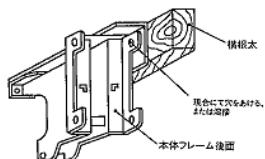

図10
6. 以下に示すイまたはロの方法で本体フレームの側面の上側または下側を固定して下さい(図10参照)。故障等による取替えが発生したときのことを考慮し、イの方法を推奨いたします。